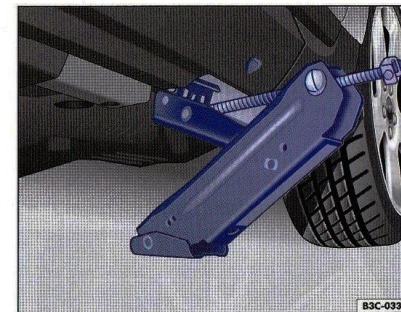

Fig. 34 Amplasarea cricului în spate pe partea stângă.
6. Ridicați în continuare gheara cricului până când aceasta cuprinde pragul autovehiculului ⇒ pagina 81, fig. 34" ⇒ ⚠.
- Gheara cricului trebuie să cuprindă lonjeronul inferior, pentru ca autovehiculul să nu alunece la ridicare ⇒ pagina 81, fig. 34" .